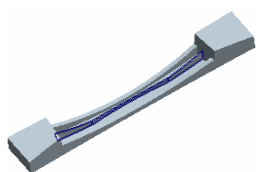
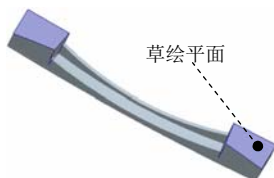
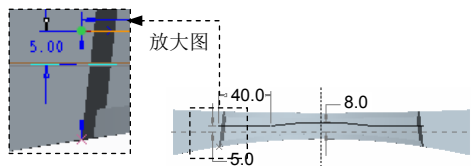

图 5.38.142 拉伸 7
图 5.38.143 定义草绘平面
图 5.38.144 截面草图
Step10. 创建图 5.38.142 所示的拉伸特征 7。在操控板中单击“拉伸”按钮 。选择图 5.38.143 所示的面为草绘平面，选取 RIGHT 基准平面为参考平面，方向为右；单击  按钮，绘制图 5.38.144 所示的截面草图，单击操控板中的  按钮，在“深度”界面中将侧 1 的深度类型设置为 ，选择 Step7 创建的偏移曲面为第一侧的拉伸边界；将侧 2 的深度类型设置为 ，选择 Step4 创建的拉伸曲面为第二侧的拉伸边界。按下“加厚草绘”按钮 ，在其文本框中输入值 1.0；单击  按钮，完成拉伸特征 7 的创建。